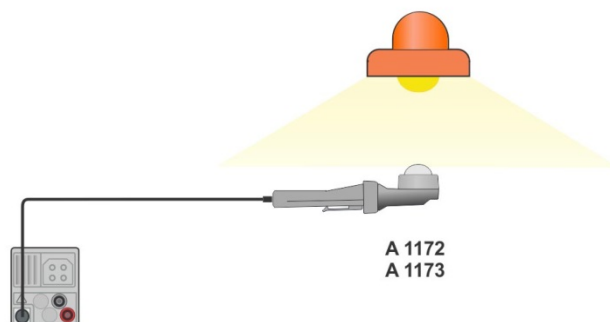

Рисунок 7.78: Расположение датчика.
- › Расположите люксметр, как показано на **Рисунок 7.78: Расположение датчика люксметра**.